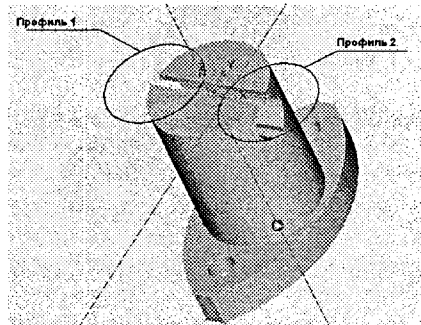

Рисунок 2.17 – Побудова контурів вікон в тілі
6. Натисніть на клавіатурі клавішу «б», а потім клавішу <Пробел> (рис. 2.17).